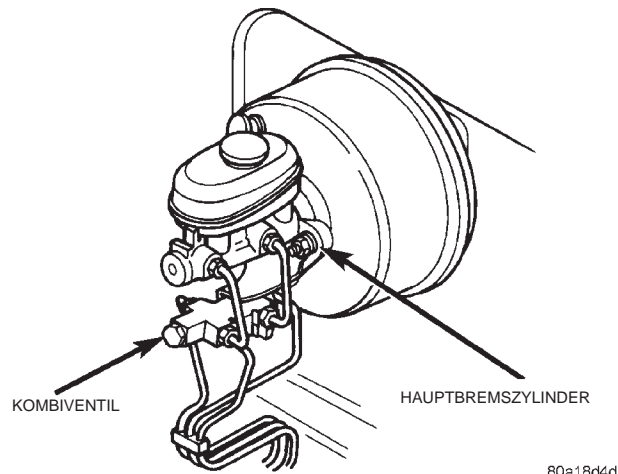

Abb. 21 Hauptbremszylinder/Kombiventil
(1) Den Aktivkohlebehälter ausbauen; siehe Kapitel 25, "Einrichtungen zur Begrenzung des Schadstoffausstoßes".
(2) Die Bremsleitungen zwischen Hauptbremszylinder und Kombiventil lösen (Abb. 21).
(3) Die Befestigungsmuttern des Kombiventils lösen und das Ventil abnehmen.
(4) Die Befestigungsmuttern des Hauptbremszylinders lösen und den Hauptbremszylinder abnehmen.